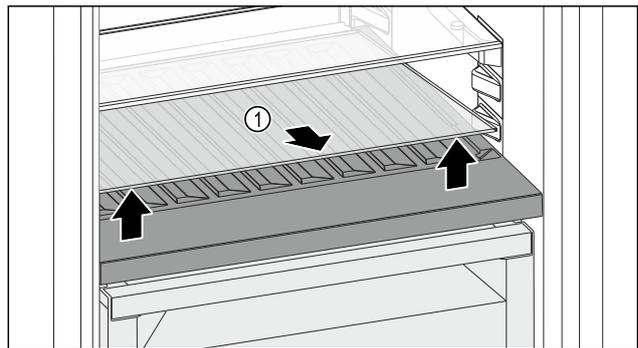

Fig. 118
- ▶ Glasplatte Fig. 118 (1) an der Aussparung vorne anheben und herausnehmen.
- ▶ Glasplatte Fig. 118 (1) außerhalb des Geräts sicher aufbewahren.